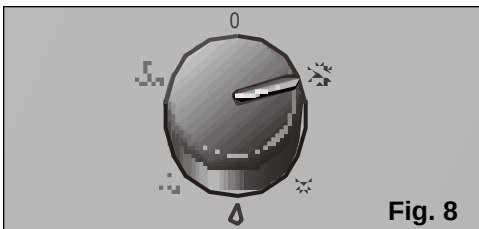

Fig. 8
- ❑ Sélectionnez la fonction de climatisation maximale ☼ ou silencieuse ✨, **Fig. 8**. (La fonction de climatisation silencieuse réduit le débit d'air de l'appareil).